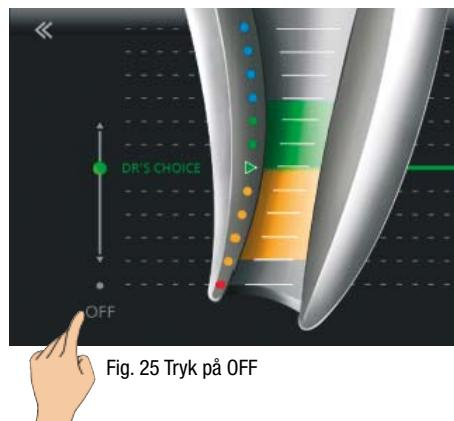

Fig. 25 Tryk på OFF
- For at slå DR'S CHOICE apikallinen fra skal du vende tilbage til indstillingsmenuen, vælge funktionen DR'S CHOICE og trykke på OFF (fig. 25).